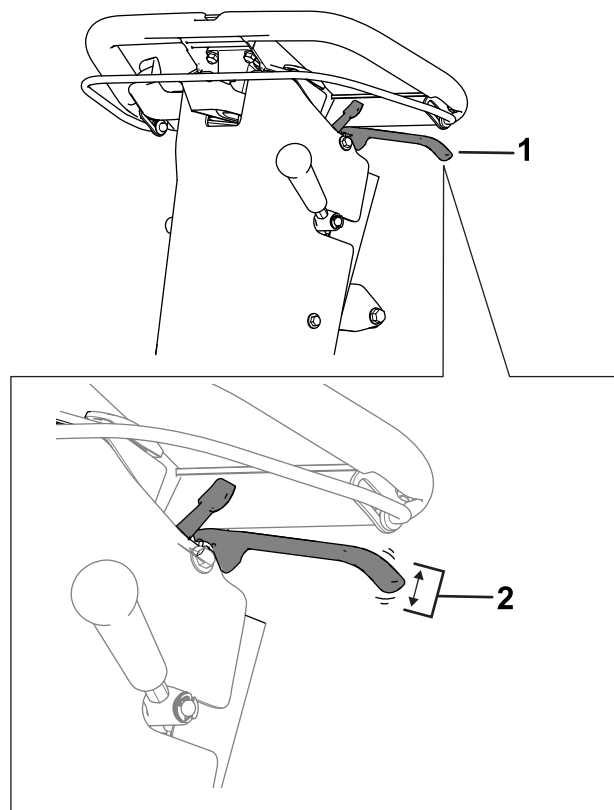

Figure 29
2. Mesurez le jeu au bout du levier du frein de stationnement (Figure 29).